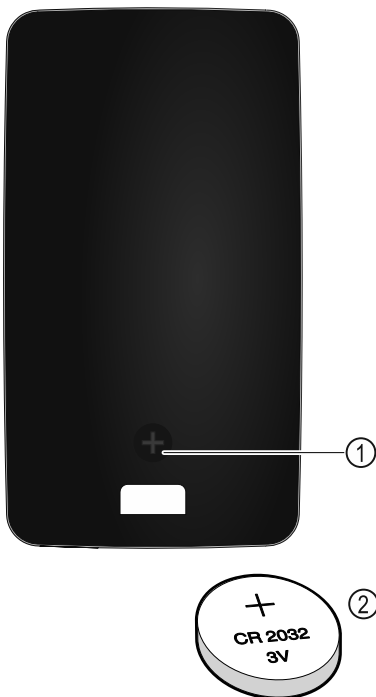

Fig. 260
Fjärrkontrollen drivs med ett knappbatteri av typen CR 2032 3V Fig. 260 (2), som du kan köpa i fackhandeln.
- ▶ Skruva ut skruven Fig. 260 (1) på baksidan av fjärrkontrollen.